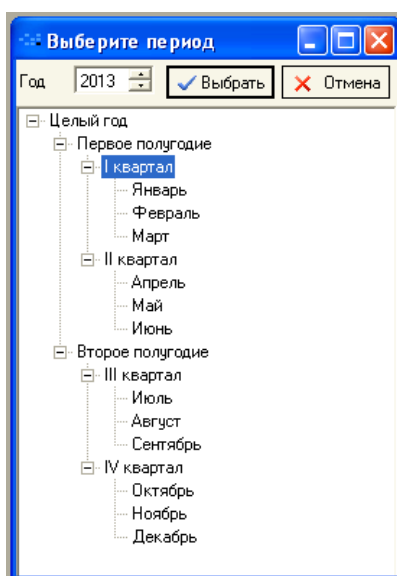

Рисунок 61 – Внешний вид окна *Выберите период*
4.1. На закладке *Значения показателей* выполните щелчок по гиперссылке *Создать показатели за период*. В окне *Выберите период* (рисунок 61) установите год – 2013, выделите период – I квартал, щелкните кнопку *Выбрать*. В результате автоматически создаются записи (с пустыми плановыми и фактическими значениями) в списке значений показателя *Затраты на привлечение клиентов*.